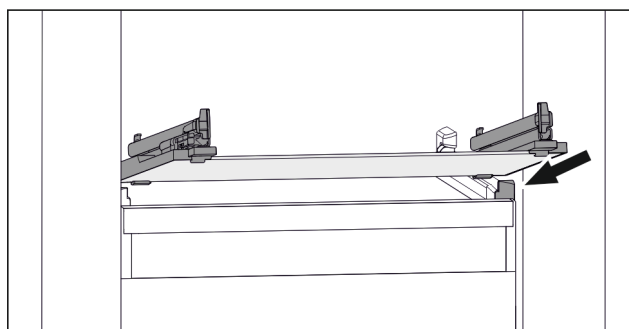

Fig. 138 Przykładowa prezentacja płyty szklanej
- ▶ Założyć płytę szklaną pod skosem za stoperami. (patrz Fig. 138)